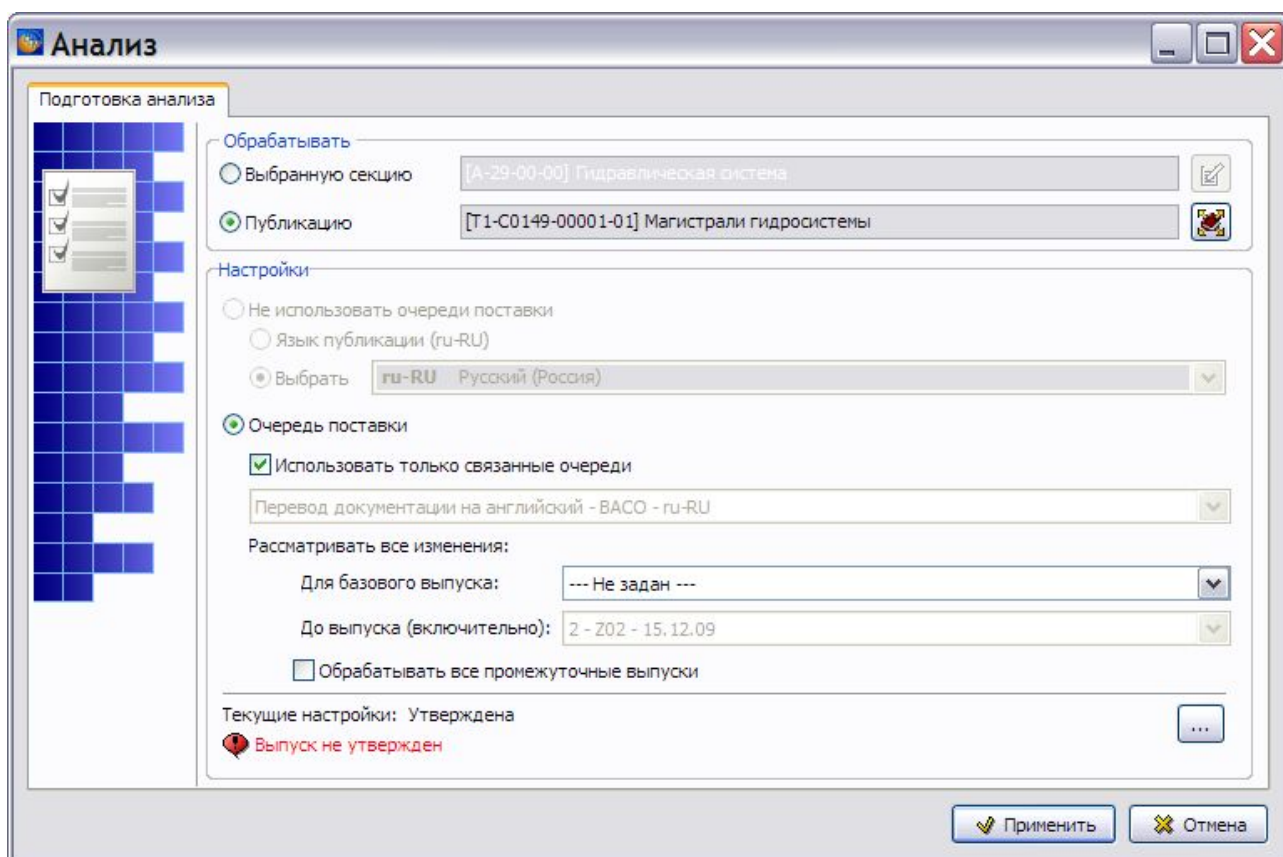

Рис. 11.32
4. Выберите тип анализа **Анализ состояний версий МД**, щелкнув по его названию два раза левой кнопкой мыши или выделив его и нажав на кнопку **Выбрать анализ**. При этом откроется диалоговое окно **Анализ** (Рис. 11.32).
Система запоминает, какой элемент проекта был использован при анализе БД или экспортирован, или выведен на печать при предыдущих операциях, а также запоминает использованные настройки. Вследствие этого, вид окна **Анализ** может несколько отличаться от примера, показанного на Рис. 11.32.